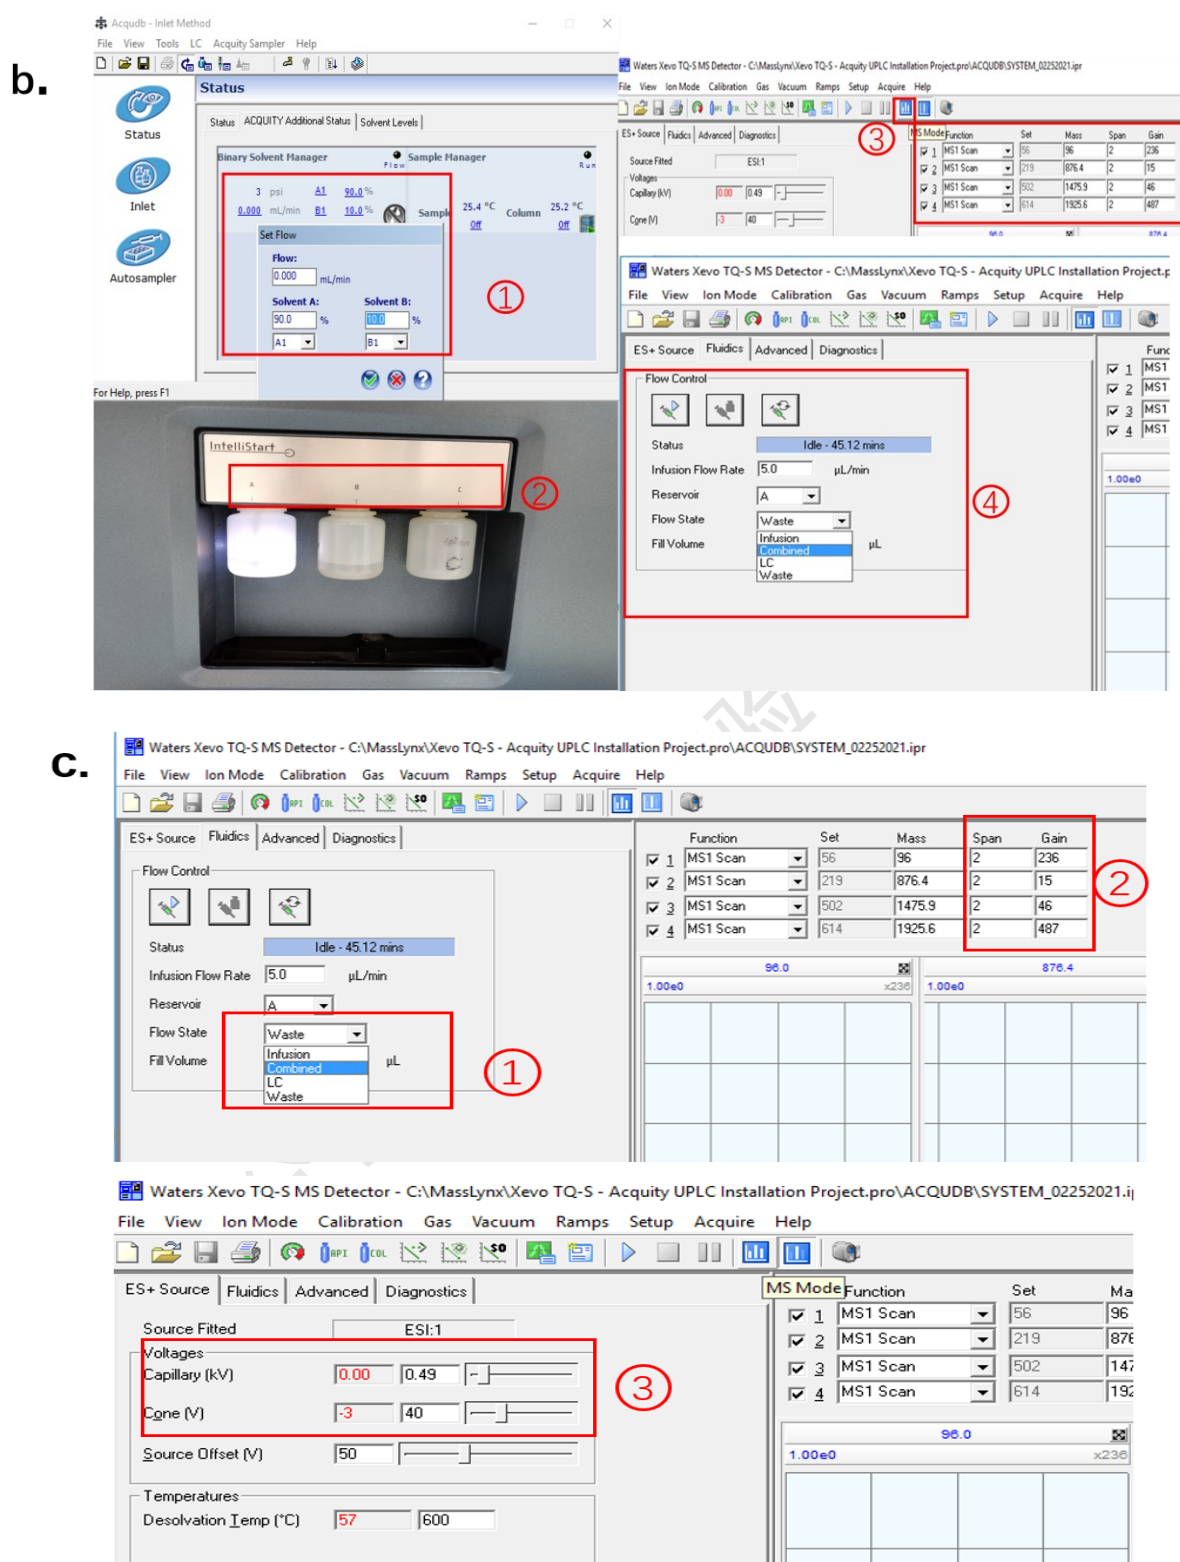

图 6-31
Step1. 确定母离子准确质荷比; 具体操作如图 6-31 a-c:
- 2) Ion Mode> Electraspray+ (ES+) /Electrospray- (ES-) 如 ②;